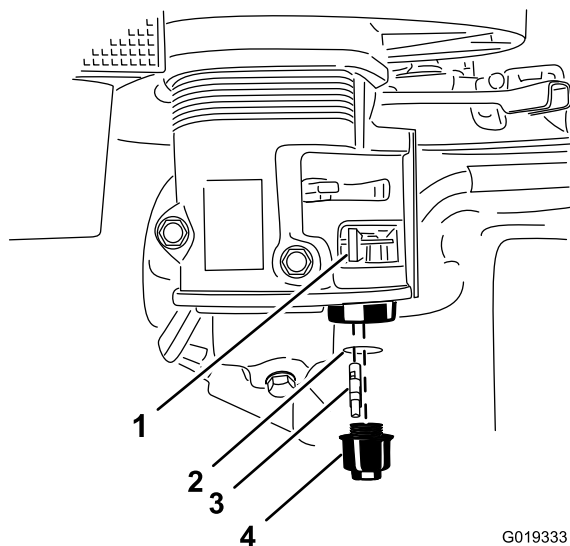

Figure 53
3. Tournez le robinet d'arrivée de carburant complètement à gauche en position Fermée (Figure 53).
4. Dévissez la cuvette de décantation (Figure 53).
5. Déposez le filtre à carburant et le joint torique (Figure 53).
8. Posez le filtre à carburant au fond du carburateur (Figure 53).